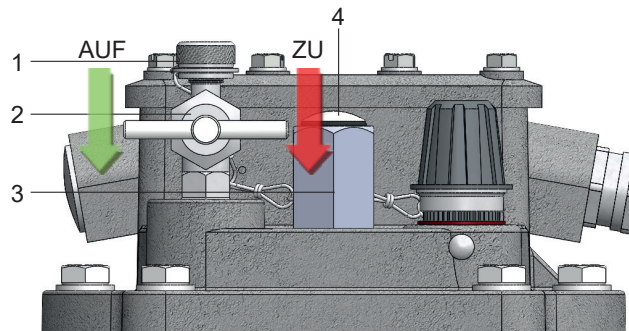

Abb. 12 - Deckel des Gasrelais mit Öleinfüllstutzen (Kennziffer 29D)
- kleine Hutmutter (Abb. 12/ Nr. 1) vom Entlüftungsventil (Abb. 12/ Nr. 2) abschrauben und Entlüftungsventil öffnen (Drehen entgegen dem Uhrzeigersinn)
- Verschlusschraube (Abb. 12/ Nr. 4) des Öleinfüllstutzens (Abb. 12/ Nr. 3) abschrauben
- Verschlusschraube (Abb. 12/ Nr. 4) bei beginnendem Austritt von Isolierflüssigkeit fest auf den Einfüllstutzen aufschrauben
- Entlüftungsventil schließen und kleine Hutmutter (Abb. 12/ Nr. 1) fest auf das Entlüftungsventil aufschrauben